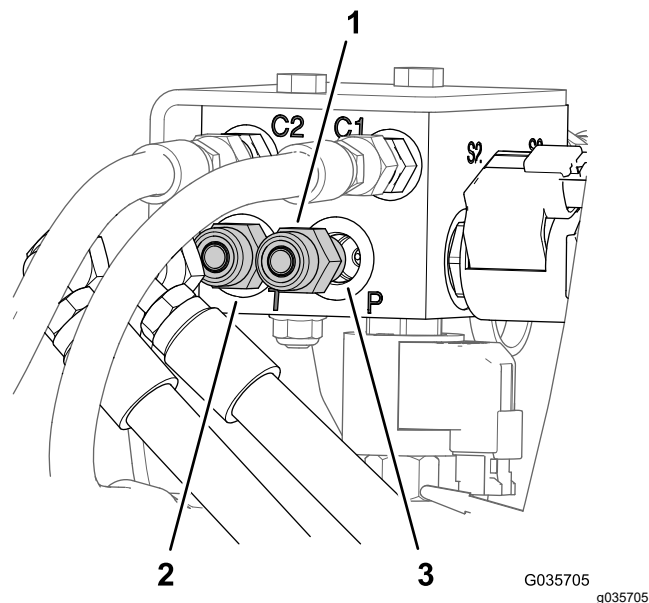

Figura 9
2. Retire las mangueras de los acoplamientos hidráulicos rectos en el puerto P y el puerto T del distribuidor del cilindro de elevación (Figura 9).
3. Retire los acoplamientos hidráulicos rectos del puerto P y el puerto T del distribuidor del cilindro de elevación antiguo (Figura 9).
1. En la parte posterior del fumigador, etiquete las mangueras en el puerto P y el puerto T del distribuidor del cilindro de elevación (Figura 9)